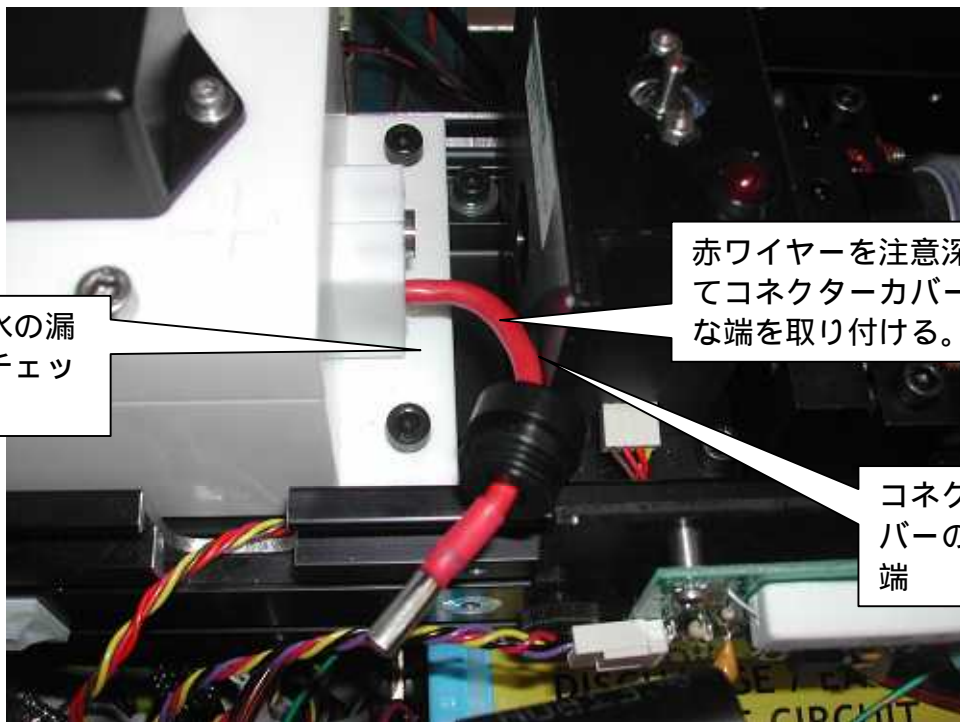

図 34
- 注意深く赤黒のリードワイヤーを曲げてコネクター キャップに取り付けてください。 図 34 & 35